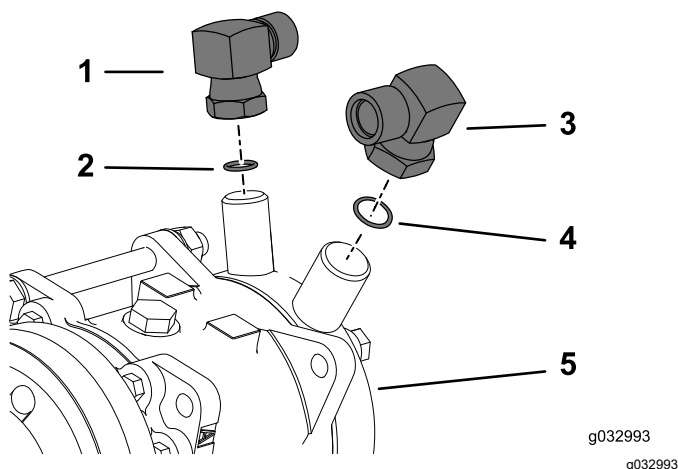

Figure 39
2. Montez le raccord à angle droit ($\frac{7}{8}$ ") et le joint torique (taille 8) sur l'orifice de basse pression ou d'aspiration de la pompe de climatisation (Figure 39).
4. Montez le raccord à angle droit (3/4") et le joint torique (taille 10) sur l'orifice de haute pression ou de décharge de la pompe de climatisation (Figure 39).